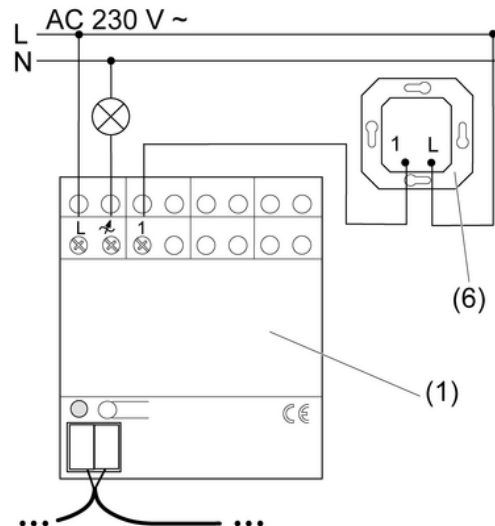
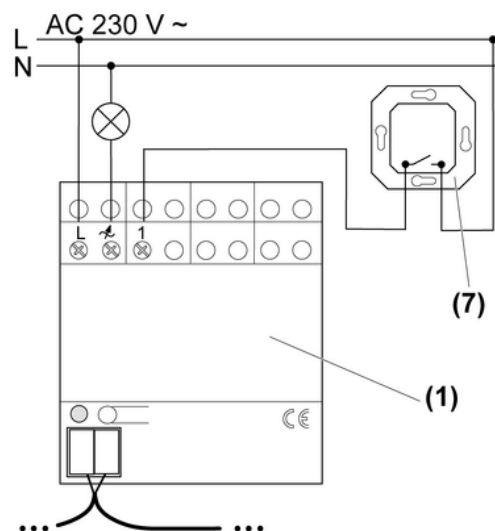

Bild 3: Anschluss einer Nebenstelle 2-Draht (6)
Bild 4: Anschluss eines unbeleuchteten Installationstasters (7)
- Dimmer (1) auf Hutschiene montieren.
- Dimmer, Last und ggf. Nebenstelle gemäß entsprechendem Anschlussplan anschließen (Bild 3) oder (Bild 4).